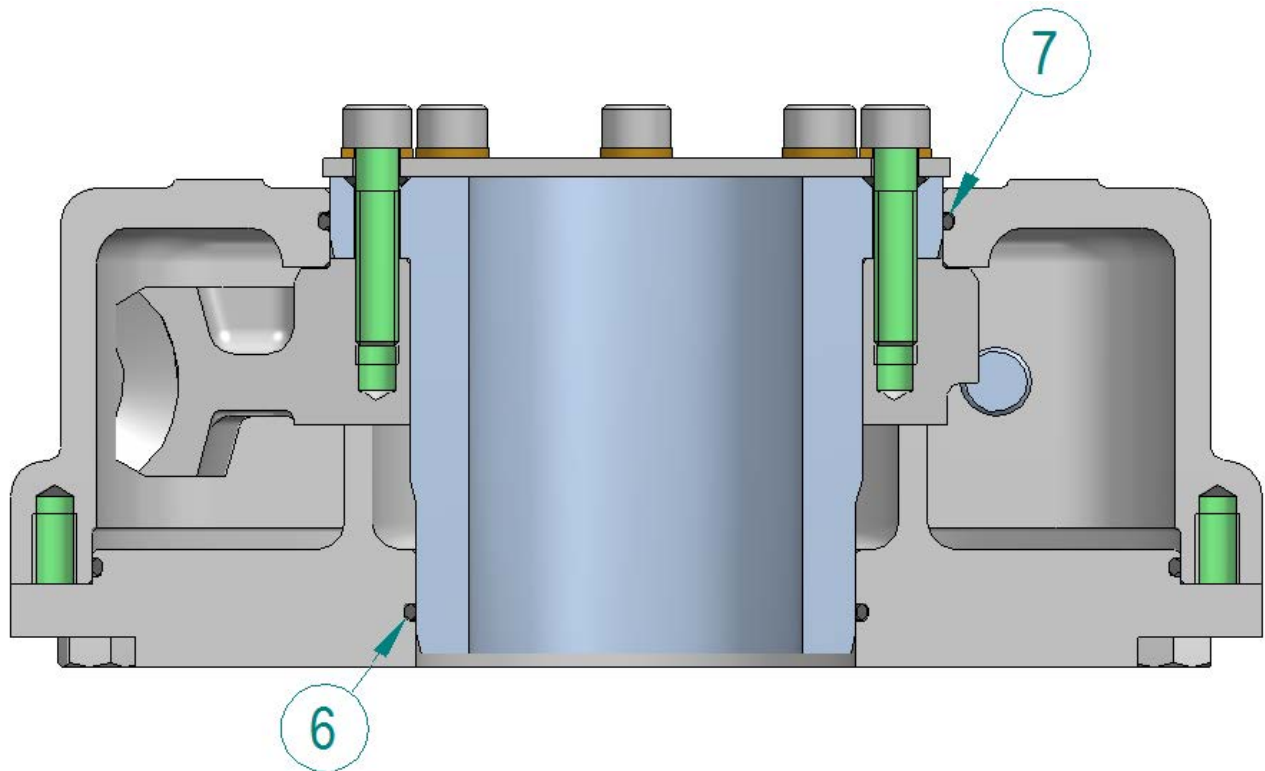
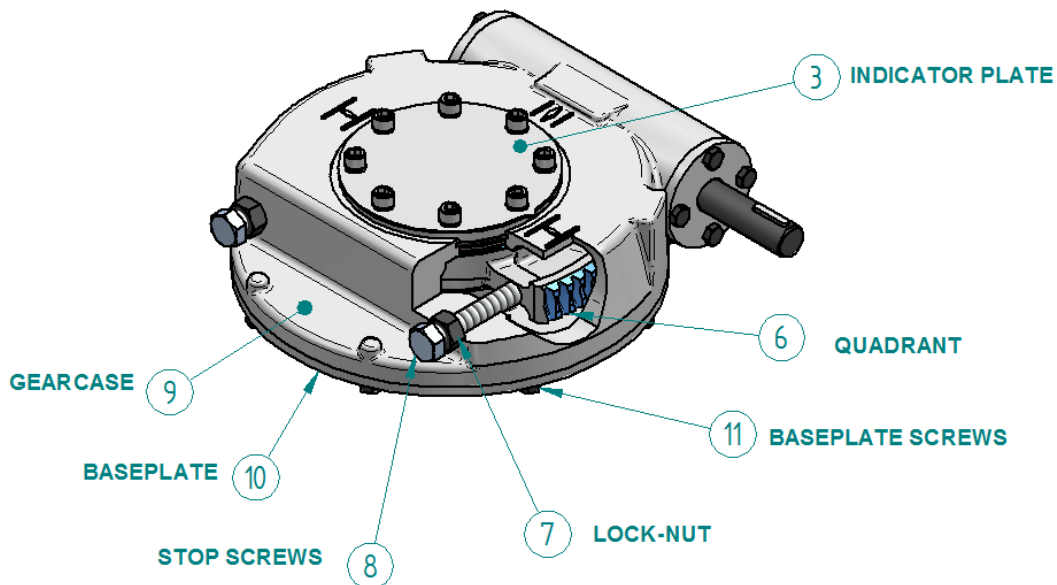

Bild 3: 6... O-Ring, 7... O-RING
Bild 6: Einstellung der Anschlagschrauben
Die Getriebeanschlüsse sind werksseitig eingestellt, sollten aber für optimalste Ventilleistung angepasst werden. Wenn das Getriebe mit einem Stellantrieb betrieben werden soll, müssen die Verbindungsflächen zwischen dem Getriebeeingangsfansch und dem Ausgang des Stellantriebs vor dem Zusammenbau mit einem Kreis von Silikon-Dichtmasse abgedichtet werden. Der Kreis sollte denselben Radius wie die Bolzenlöcher haben. Tragen Sie kleine Kreise von Dichtmasse rund um jedes Bolzenloch herum auf, um die Flächen vollständig abzudichten (Siehe Abb. 3). Die Einstellungen der Stellantriebsgrenze und des Drehmomentschalters sollten gemäß der Empfehlungen des Herstellers des Stellantriebs getätigt werden. Die Anschlagschrauben für die Offen-Geschlossen-Position des Getriebes sollten dann eingestellt werden. (siehe Bild 6).
Achtung: Wir empfehlen dass sie Schrauben (19) und Scheiben (18) zur Grundplatten von IB- und IS-Serien Getriebe fixieren bevor sie solche Getriebe bewegen, abgebildet auf Bild 6 und 6A. Beachten sie dass die Scheiben die Zentrierring decken (15). Somit wird die Abtrennung der Ausgangsbuchse von der Getriebegehäuse verhindert. Schrauben und Scheiben werden nicht bei Rotork mitgeliefert.